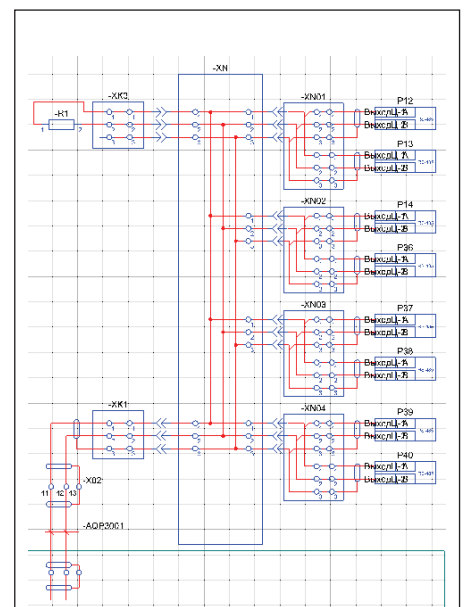

Рис. 6. ГФД, схема шкафа счетчиков, подключение интерфейсов
- подключения интерфейсов (рис. 6);